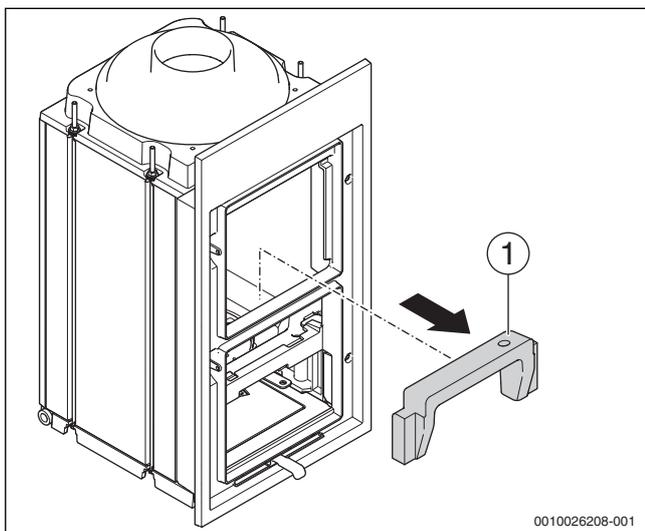

Bild 13 Frontstein (Hitzeschutzstein) ausbauen
- ▶ Durch die Füllraumtür greifen und den Stein (→ Bild 13, [1]) entnehmen.